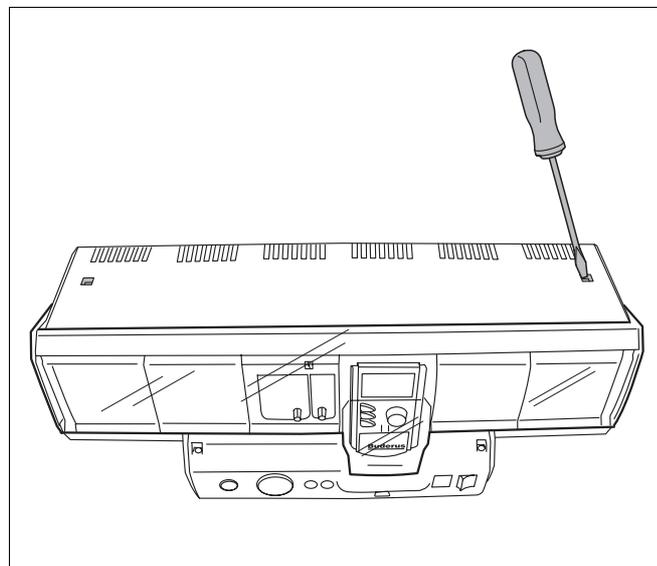
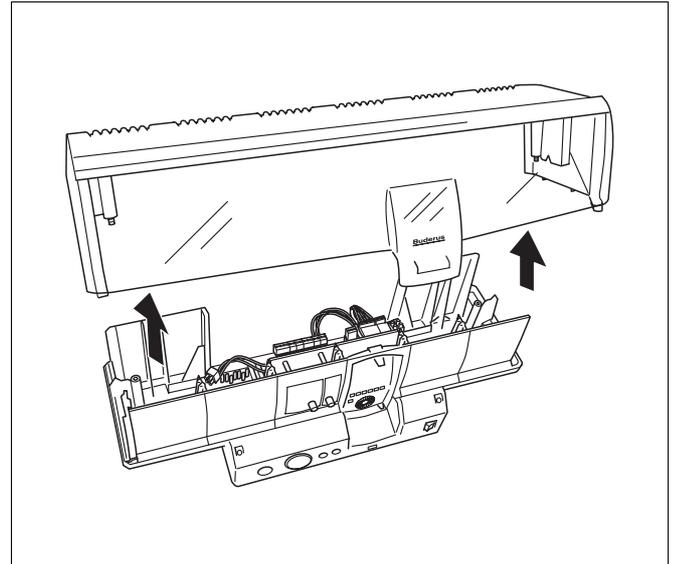

Abb. 2 Deckel Regelgerät, Schrauben lösen
Abb. 9 Gerätedeckel öffnen
- Deckel vom Regelgerät lösen und abnehmen (Abb. 2).
- Gerätedeckel öffnen (Abb. 2 und Abb. 9).